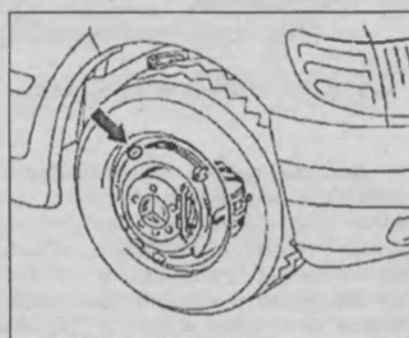

Рис. 2.11. Проверка толщины тормозных накладок передних колес и на автомобилях с одиночными шинами.
1. Проверьте толщину тормозных накладок через отверстие в диске колеса (рис. 2.11). Вставьте щуп в отверстие до упора и измерьте толщину накладки. Максимально допустимый износ: 2 мм.